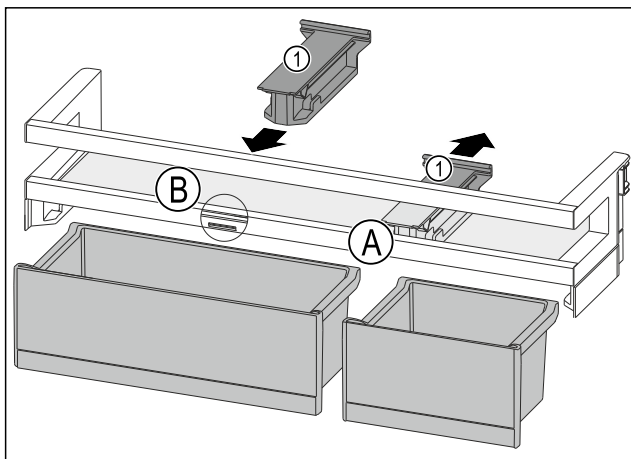

Fig. 149
- Pridržni dio Fig. 149 (1) u položaju Fig. 149 (A) skinite prema natrag.
- Pridržni dio Fig. 149 (1) umetnite u položaj Fig. 149 (B).